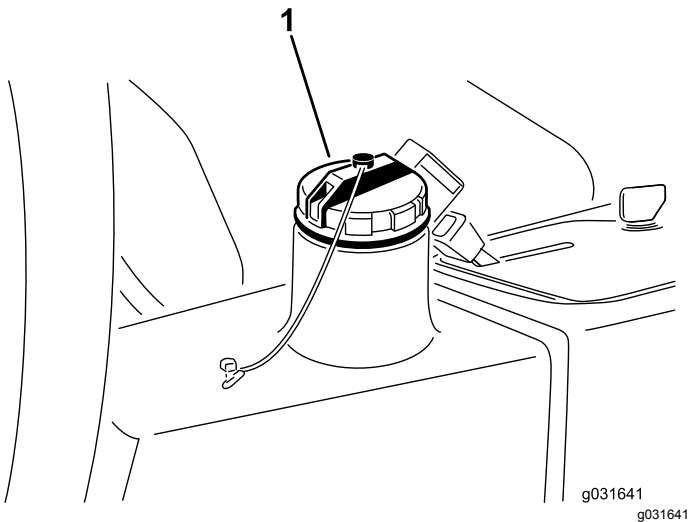

Figure 65
4. Versez environ 13,2 litres de liquide hydraulique dans le réservoir (Figure 65) ; voir Contrôle du système hydraulique (page 52).